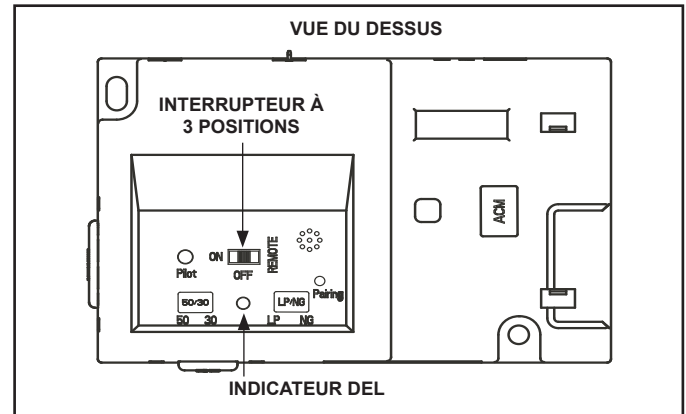

Figure 3.6. IFT-ECM
1. Le module de commande électronique (IFT-ECM) possède un commutateur de sélection à trois positions ON/OFF/REMOTE qui doit être réglé pour un bon fonctionnement. Voir la figure 3.6. Lorsque vous changez la position du commutateur, il est important de faire une pause de 1 à 2 secondes entre chaque position.